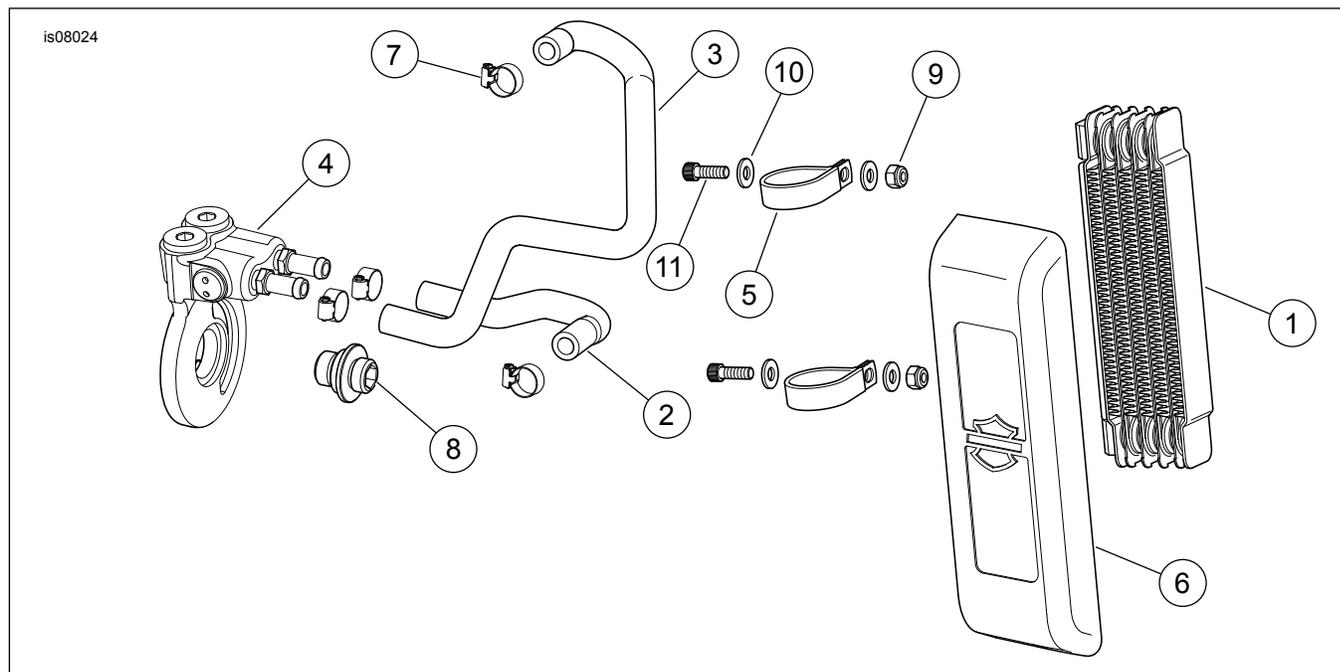

Figura 5. Peças de reposição: Resfriador de óleo Dyna
Veja Figura 5 e Tabela 1
5. Veja Figura 5. Instale a mangueira superior (3) na extremidade do resfriador de óleo e aperte com a abraçadeira da mangueira (7) aplicando torque de 0,9 N·m (8 in-lbs).
6. Instale a mangueira inferior (2) na extremidade inferior do resfriador de óleo e aperte com a abraçadeira da mangueira (7) aplicando torque de 0,9 N·m (8 in-lbs)